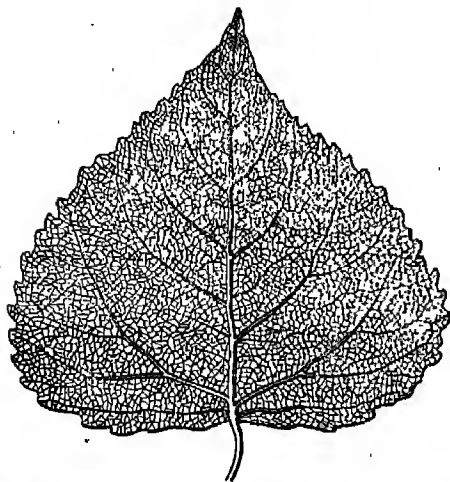

Fig. 8. — Feuille dont les nervures ont été dégagées par la fermentation butyrique. Vous pouvez en trouver de semblables dans les bois.
c) Fermentation butyrique. — Les microbes qui la produisent digèrent la cellulose qui enveloppe les cellules des plantes. Ce sont ces microbes qui transforment les feuilles enfouies dans le sous-sol des bois en un joli squelette de nervures non attaquées (fig. 8).